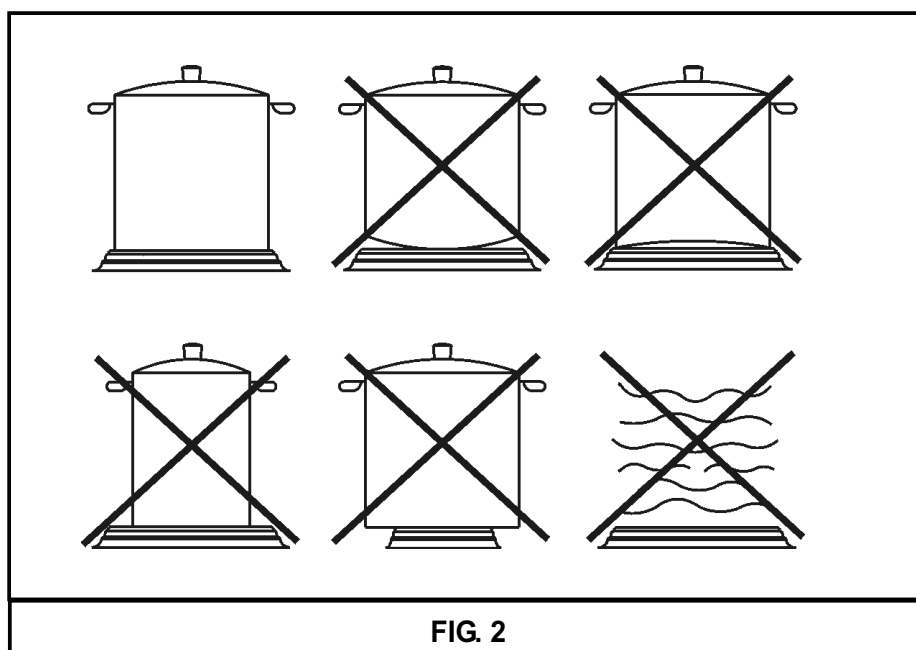

FIG. 2
- *Utilisez des casseroles à fond plat et épais (voir fig. 2).*